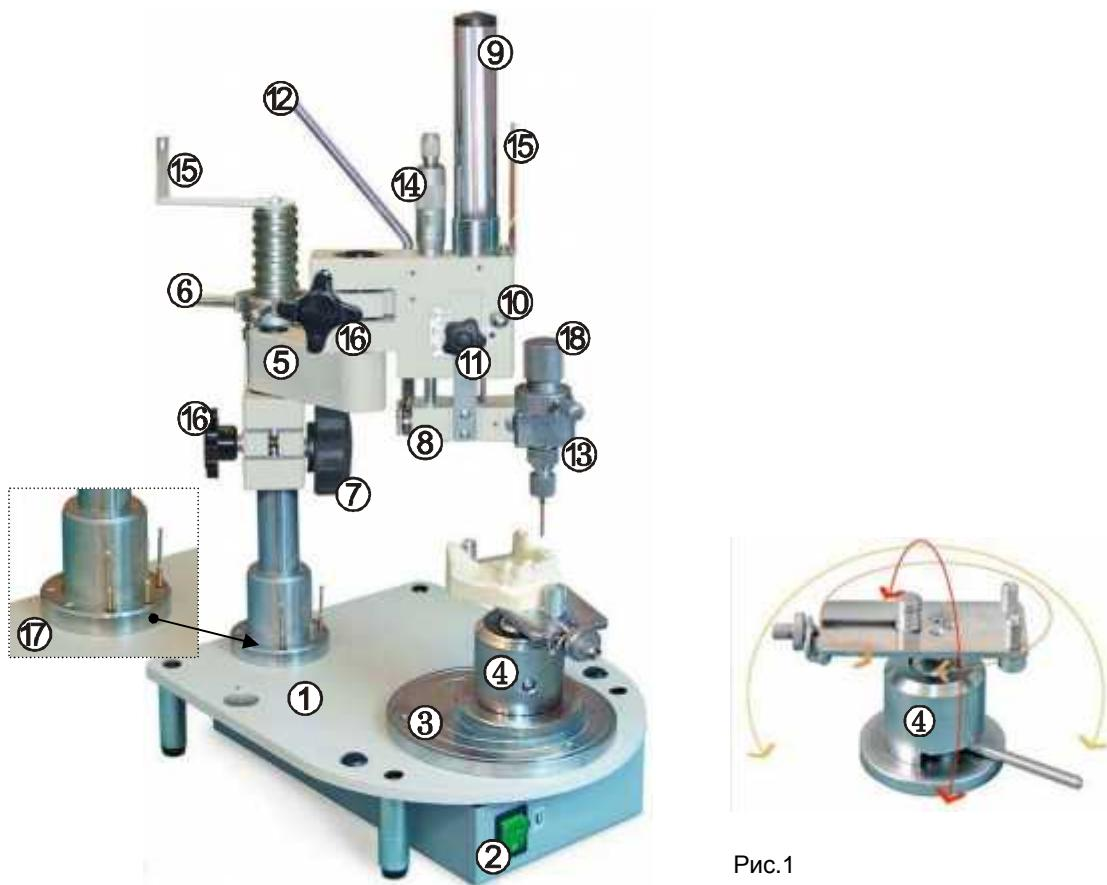
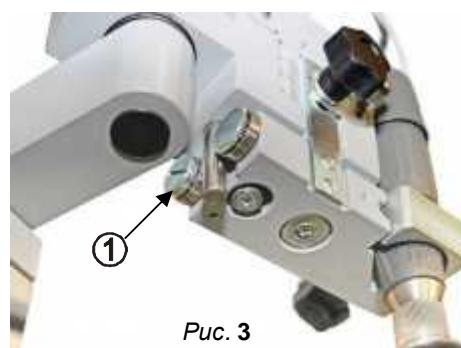

Рис.1
Рис. 3
5.1 Основные конструктивные элементы (рис. 1)
6.2.1 Удалите защитные транспортировочные элементы (пленку электромагнитной платформы, хомуты и пр.). Держатель угловой (15) кабеля бормашины переверните на 180° в соответствии с рис.1.
- разместите на держателях (15) кабель от наконечника;
6.2.5 Отрегулируйте при необходимости усилие возвратной пружины каретки (8, рис. 1):
- снимите кожух (9, рис. 1);
8.1.1 Для устранения люфтов в механизме вертикального перемещения каретки ослабить контргайку эксцентрика (10, рис. 1) и, осторожно поворачивая эксцентрик с помощью отвертки, выбрать зазоры. Добившись плавного, легкого, безлюфтового перемещения механизма, зафиксировать положение оси контргайкой. Аналогично устраняется люфт в скапке каретки (1, рис.3).